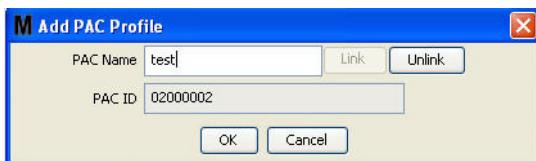

FIG. 115
5. El número de ID de PAC se visualiza en el campo ID de PAC (FIG. 115). Haga clic en Aceptar para cerrar la pantalla y guardar los cambios.
Note que el botón “Vincular”, tal como se representa en la FIG. 115 dejará de estar activo y en cambio se activará el botón “Desvincular”. Hacer clic en el botón “Desvincular” quebranta el vínculo entre el PAC y el ordenador para Matrix.